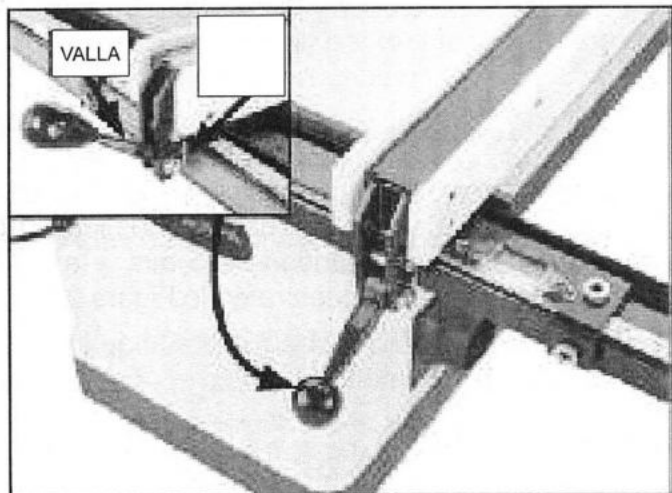

Figura 18.
14. Coloque la valla en los carriles (en el lado derecho de la hoja, como se muestra en la Figura 18).